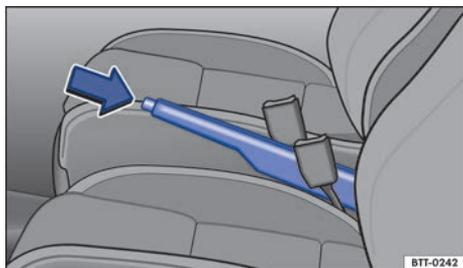

Fig. 124 Entre los asientos delanteros: freno de mano.
- Tire ligeramente de la palanca del freno de mano hacia arriba y presione el botón de bloqueo en el sentido de la flecha → fig. 124.